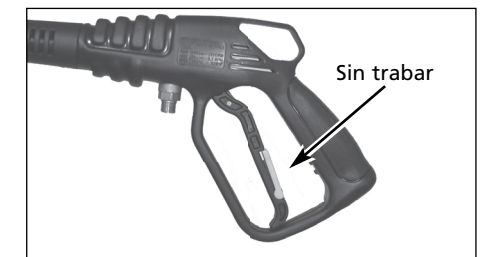

Figura 9 - Gatillo sin trabar
7. Encienda el motor. Destrabe el seguro del gatillo en la pistola (Ver Figura 9). Tome el cordón de encendido y coloque un pie sobre el armazón. Apunte la pistola en una dirección segura. Mientras presiona el gatillo en la pistola, tire del cordón de encendido con un movimiento rápido y firme (Ver Figura 10). Continúe sosteniendo el cordón cuando regrese. Repita estos pasos hasta que el motor se encienda.